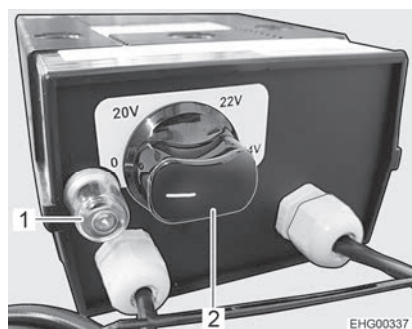

Fig. 179 Régulateur du chauffage électrique du plancher
- Tourner le bouton tournant (Fig. 179,2) sur la température souhaitée.
- Tourner le bouton tournant (Fig. 179,2) sur la position "0".
Quand le régulateur est surchargé, la protection contre les surcharges se déclenche. La goupille (Fig. 179,1) sort de son logement.
- Enfoncer la goupille (Fig. 179,1) de la protection contre les surcharges, une fois que le régulateur est refroidi.